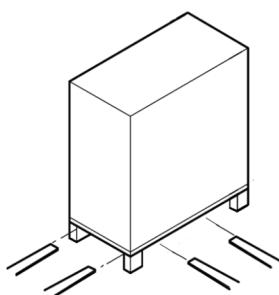
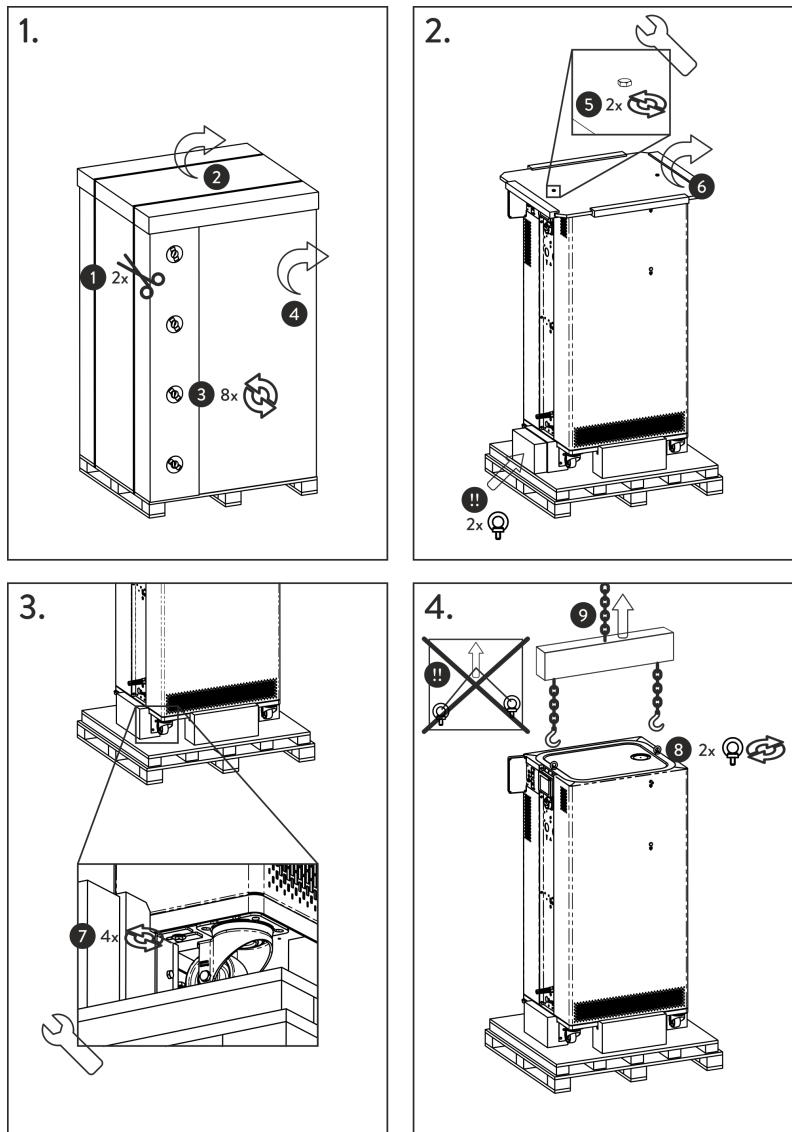

Fig. 1: Transport avec le chariot élévateur
Fig. 2: Graphique des instructions de déballage
1. **Figure 1:** Couper les sangles de cerclage ① et les retirer.
2. Soulever le couvercle de l'emballage en carton ② et le retirer.
3. Dévisser les fermetures à baïonnette ③ du carton. Pour cela, les tourner dans le sens antihoraire.
4. Retirer le carton ④.
5. **Figure 2 :** Dévisser les vis ⑤ du couvercle en bois. Pour cela, les tourner dans le sens antihoraire. Retirer le couvercle en bois ⑥.
7. **Figure 2 :** Retirer les anneaux de manutention de l'emballage.